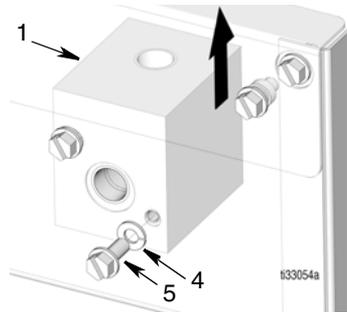

ABB. 22
- Schrauben (5) und Scheiben (4) vom Verteiler (2) abnehmen. Verteiler (2) gerade aus dem Ölzapfthekengehäuse herausheben (ABB. 22).